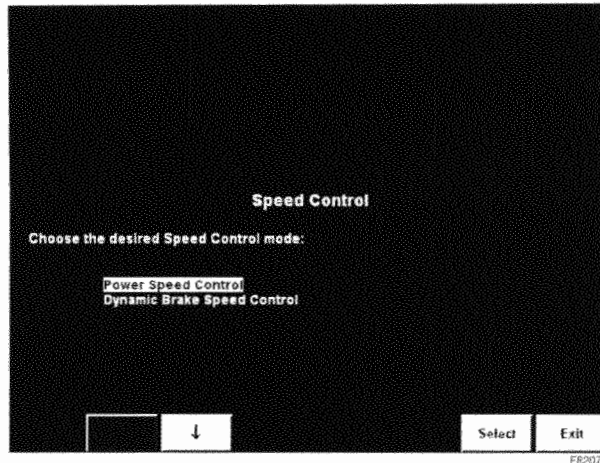

Figura 4-6. Pantalla de control de velocidad
3. Oprima la tecla *Speed Control* (Control de velocidad) y aparece a continuación el menú de Control de velocidad. Consulte Figura 4-6.